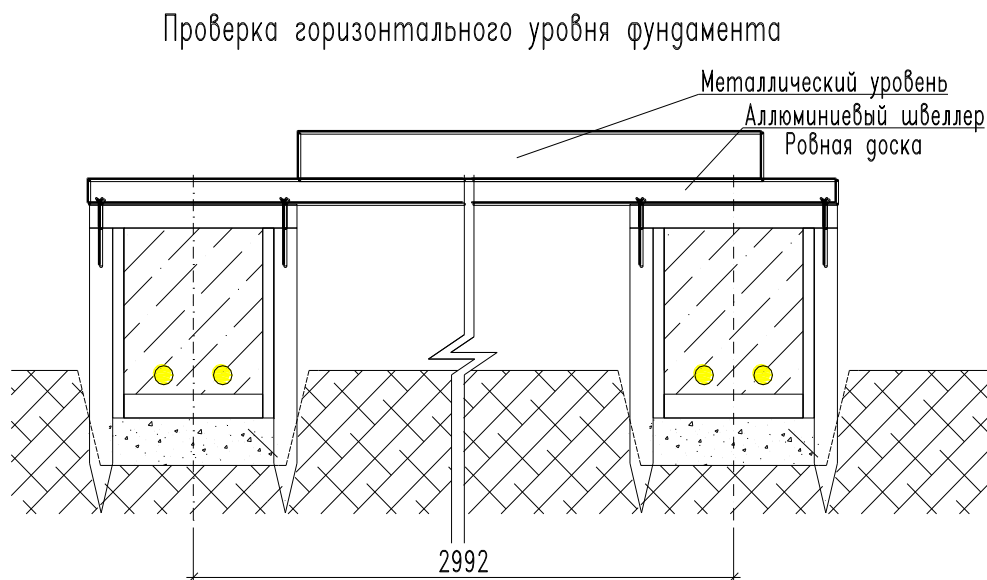

рис. 4 – Проверка горизонтального уровня плоскости фундамента.
- 3) Натянуть слаборастяжимую веревку снизу и сверху в направлении устройства опалубки. С ее помощью Вы сможете проверить горизонтальный уровень Вашего будущего фундамента рис.4.